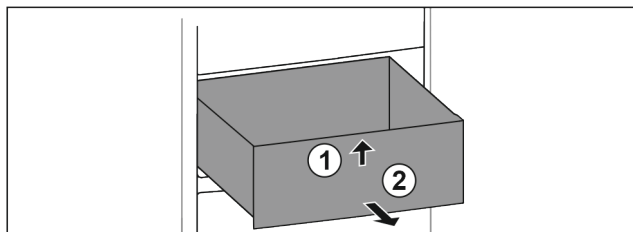

Fig. 134
- Podignite ladicu sprijeda. Fig. 134 (1)
- Izvadite ladicu prema naprijed. Fig. 134 (2)